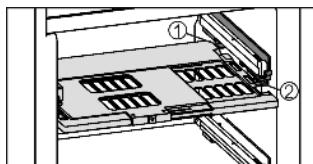

Fig. 6
- ▶ Установка пластины регулировки влажности: попреречные ребра крышки на пластине вставить через низ в задний держатель Fig. 6 (1) и защелкнуть спереди на держателе Fig. 6 (2).